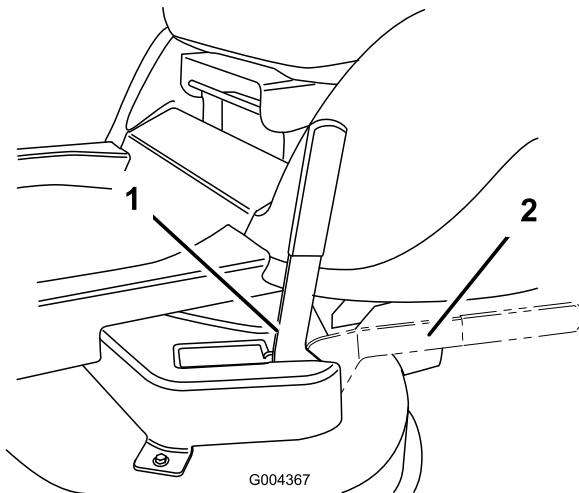

Figure 16
3. Placez le levier de recyclage sur demande (Figure 16) à la position voulue :